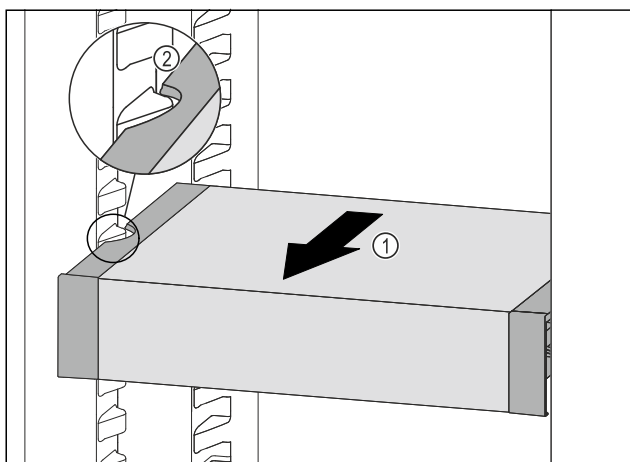

Fig. 116
- 向前拉动 VarioSafe Fig. 116 (1)，直至 VarioSafe 的侧部凹槽与冷藏区中的容器肋梁持平。 Fig. 116 (2)